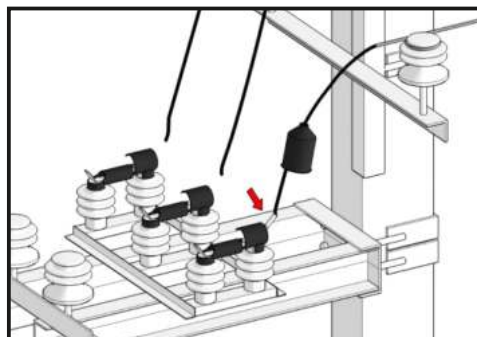

Рис. 48.
11.2.8. Присоединить конец шлейфа к контактному выводу разъединителя (Рис. 48).